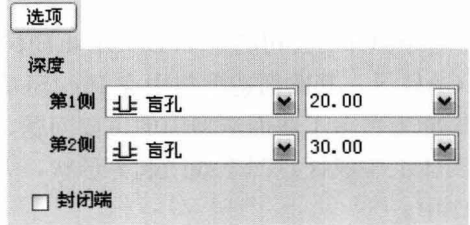

图 1-4 “选项”面板
* **选项**: 单击该按钮, 弹出图 1-4 所示的面板, 其中深度“第 1 侧”、“第 2 侧”栏供用户选择特征拉伸的方式, 并显示当前的拉伸尺寸, 用户可以在此直接修改拉伸尺寸。“封闭端”是用来选择拉伸曲面的特征端面是封闭还是开放的。